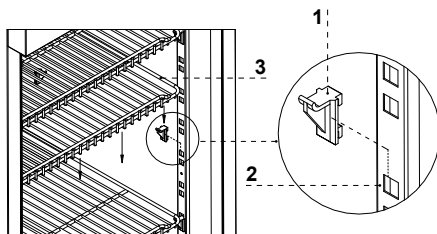

Abb.5 Kondesatfach (vom Hintern der Anlage)
- IV. Das Kondensatfach direkt unter die Anlage und Schlauch des Wasserablasses Abb.5 (S.29) oder Kondensatbehälter Abb.6 (S.29) unter Ablassschlauch einschieben. Die Schränke: „Ewa“ und „Jola“ verfügen haben zu wenige Fläche, um den Kondensatbehälter dort zu unterbringen, weil sie mit dem Aggregat ausgestattet sind, deswegen soll das Kondensatfach direkt unter den Schrank eingeschoben werden, indem sie auf dem Boden hinter der Anlage unterbracht wird. Etnstehen irgendwelche Probleme bei der Einschubung des Faches unter den Schrank, ist dieser mit den Beinen zu aufheben.
st die Anlage mit der automatischen Kondensatabdampfung nicht ausgestattet, soll das Kondesat z tacki Abb.5 (S.29) oder pojemnika Abb.6 (S.29) na skropliny w przypadku jego napełnienia. Menge (Häufigkeit) der Kondensatentfernung ist von der Betriebsbedingungen abhängig (Luftfeuchtigkeit, Häufigkeit von Öffnen der Türen).